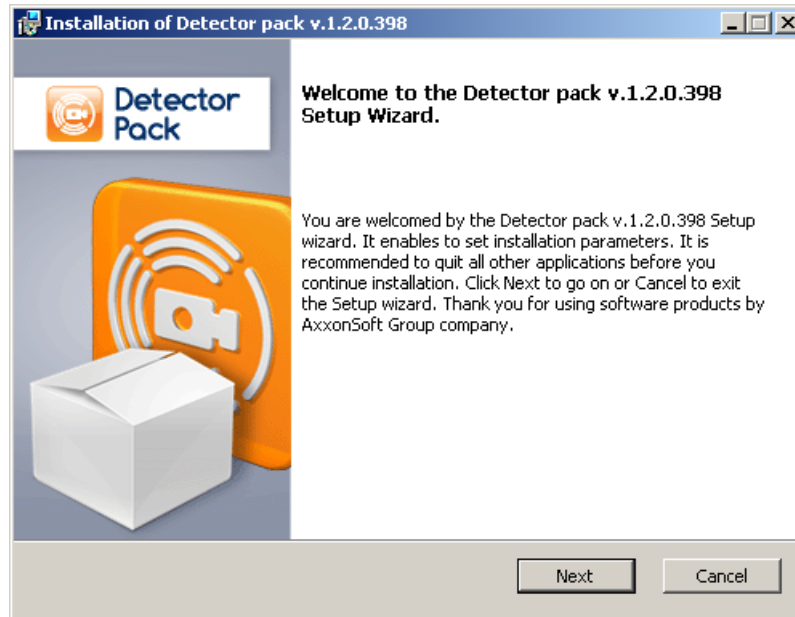

Fig. 5.2—3 Installation setup window
3. Click **Next** (Fig. 5.2—3).